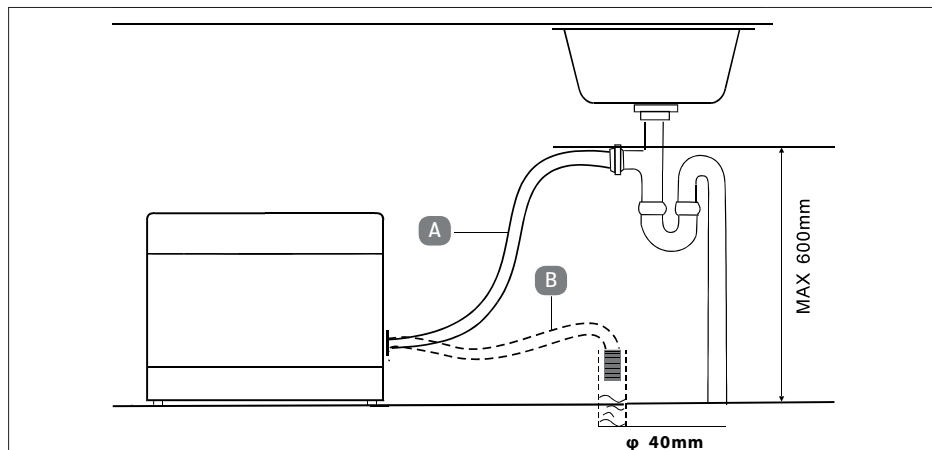

Fig. 6
- ▶ Raccordez le tuyau d'évacuation au siphon (pour machines à laver) du tube d'évacuation sous l'évier. Veuillez prévoir une pente suffisante pour le tuyau d'évacuation. L'appareil doit être positionné à 4 cm au moins au dessus de l'écoulement (voir **fig. 6, A**).
- ▶ Vous pouvez aussi insérer le tuyau d'évacuation dans un tube d'évacuation. Placez le tuyau dans la conduite d'évacuation de façon à ce qu'il ne puisse pas se détacher et que l'eau s'écoule librement vers le bas (voir **fig. 6, B**).